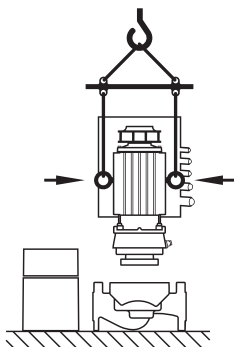

Fig. 9: Transport du kit embrochable
- Si nécessaire, p. ex. en cas de réparation, les œillets de transport peuvent être fixés non pas sur la bride mais sur le carter de moteur (voir p. ex. fig. 9). Avant le montage des œillets de transport sur le carter de moteur, sortir les écarteurs des orifices prévus pour les œillets de transport (fig. 7, pos. 20b) (voir chapitre 10.2.1 « Remplacer la garniture mécanique » à la page 118).
- Si les œillets de transport sont montés non pas sur la bride mais sur le carter de moteur, ils ne peuvent être utilisés que pour le transport du kit embrochable (fig. 9) mais pas pour transporter l'ensemble de la pompe et donc pas pour séparer le kit embrochable du corps de pompe.